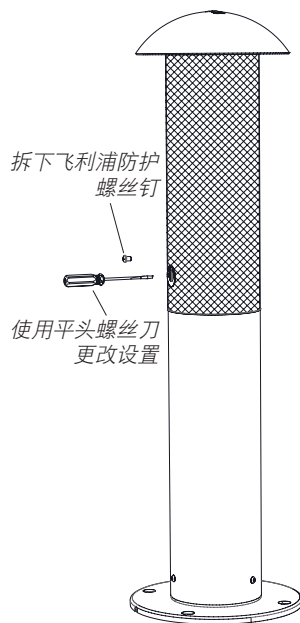

图 26
3. L42XC 扬声器随附的变压器设置为 60W，且须重新设置为旁路。使用飞利浦螺丝刀卸下飞利浦保护螺钉，如图 26 所示。